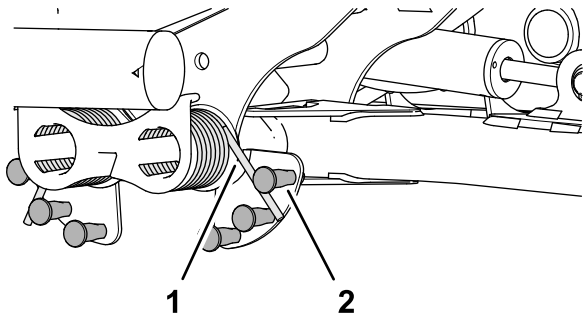

Figura 52
2. Introducei capătul lung al arcului de contrabalansare într-un tub sau într-un obiect similar, apoi pivoțai arcul în jurul urubului cu umăr până în poziia dorită (Figura 52).